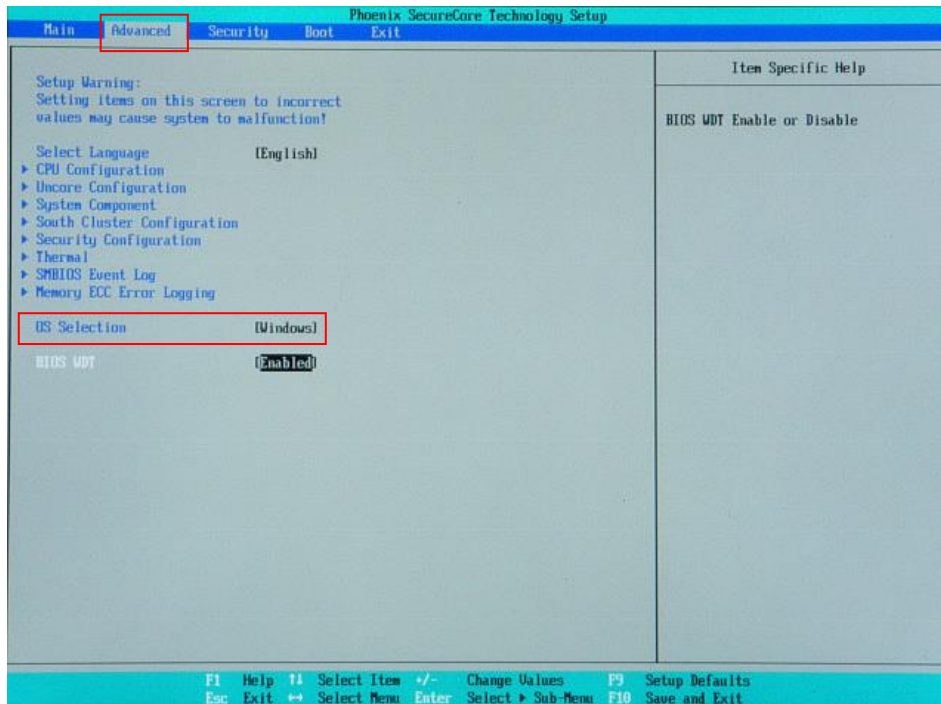

図 5-1-4-1. BIOS 設定 Advanced メニュー
- ④ [Boot]メニューを選択します。(図 5-1-4-2)
- ⑤ [ATA HDD0] (mSATA メインストレージ)を[USB HDD] (リカバリ USB)よりも上に設定します。